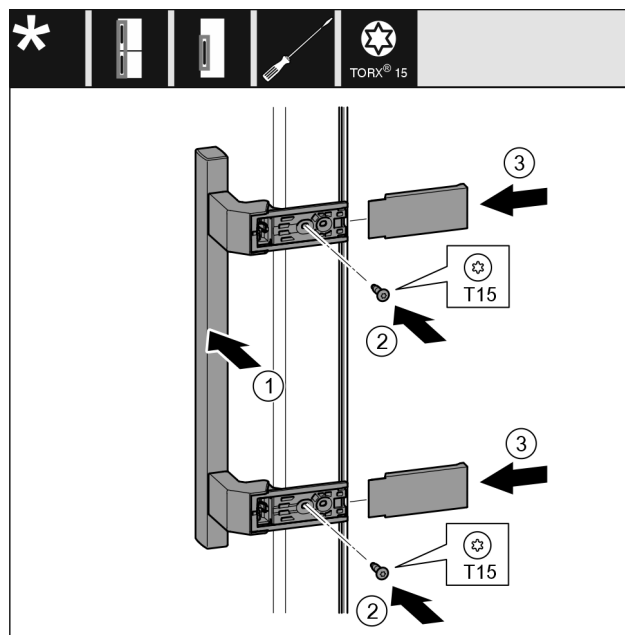

Fig. 22
- Vendosni dorezën Fig. 22 (1) në anën e kundërt.
- Mbërtheni fort vidat Fig. 22 (2) me kaçavidë.
- Vendosni kapakët mbulues Fig. 22 (3) anash dhe shtyjini.